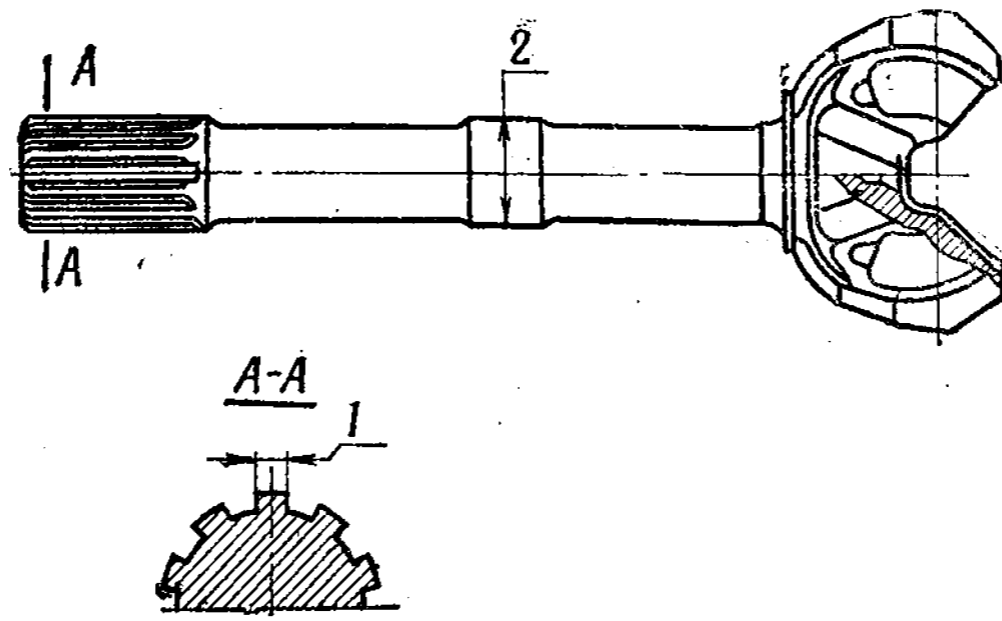

Рис. 131. Внутренний кулак шарнира
7. Внутренний кулак шарнира (рис. 131)